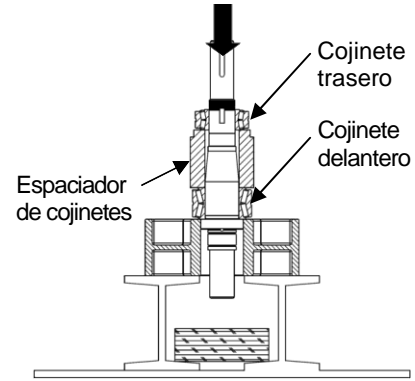

Figura 50: Retirar cojinetes y manga del eje
6) Usando una prensa y un bloque en V, retire los cojinetes delanteros y traseros junto con el espaciador de cojinetes. Para evitar que se dañen los ejes, asegúrese de que ambos extremos estén protegidos (Figura 50). Consulte la Tabla 7 para conocer la fuerza necesaria (en toneladas) para presionar los cojinetes fuera de los ejes.